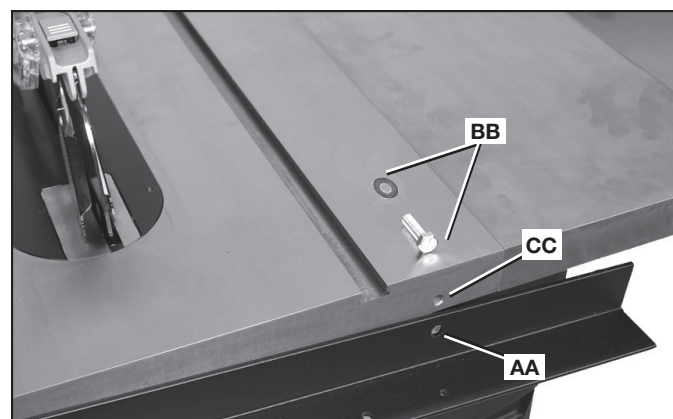
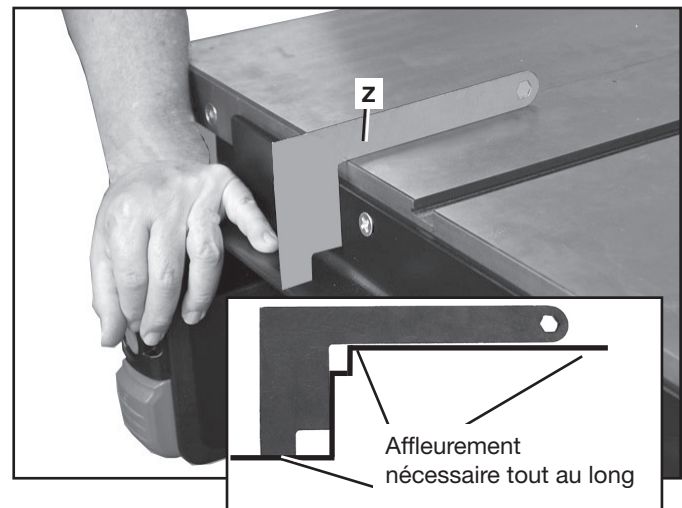

FIG. 12
FIG. 14
1. Aligner les deux trous sans fraisure (dont l'un est illustré à (AA) fig. 12) de la barre de guidage arrière avec les deux trous du bord arrière de la table de la scie.
2. Enfiler des rondelles de blocage de 3/8 po sur les deux vis à tête hexagonale de 3/8-24 x 31,2 mm (1-1/4 po). (Quincaillerie illustrée à (BB) fig. 12.)
3. Insérer des vis dans les deux trous de la barre de guidage et les visser dans les deux trous taraudés — dont l'un est illustré à (CC) Fig. 12 — de la table de la scie; **NE PAS LES SERRER À FOND POUR LE MOMENT.**
4. À l'aide du gabarit (Z) fig. 14, vérifier la position de la barre de guidage, du côté gauche de la table comme dans l'illustration, puis du côté droit. Après le serrage, effectuer un nouveau contrôle des côtés gauche et droit. Le guide d'onglet doit toucher entièrement la table, mais tout juste la surface de la barre de guidage. Consulter l'encadré de la figure 12.
**d'assemblage de la barre de guidage avant une fois que la barre de guidage est bien placée à la profondeur voulue. Consulter l'encadré de la fig. 12 pour visualiser l'affleurement nécessaire.**